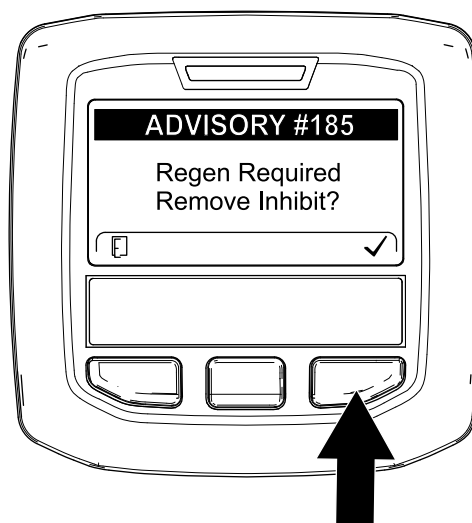

Figura 37
**Nota:** Se INHIBIT REGEN è impostata su ACCENSIONE, l'InfoCenter visualizza ADVISORY #185 (Figura 37). Premete il pulsante 3 per impostare l'inibizione della rigenerazione su SPEGNIMENTO e procedere con la rigenerazione di ripristino.